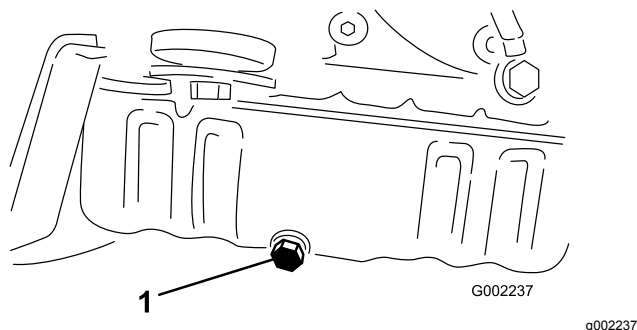

Figure 42
5. Enlevez le bouchon de vidange (Figure 42).